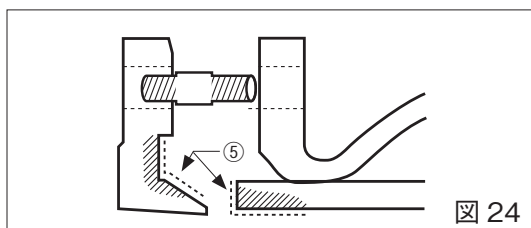
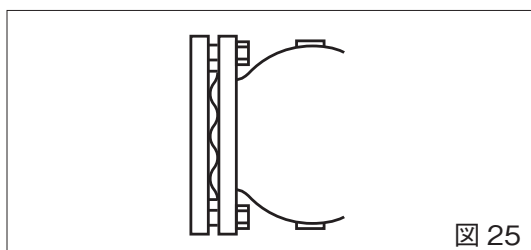
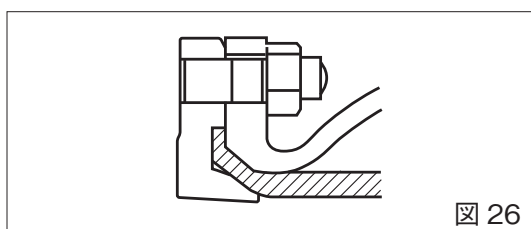

図 24
図 25
図 26
3. ③ゴムスリーブの突出部の内側、②セットフランジの⑤塗布部に洗剤又は、シリコンスプレー等を塗布することにより③ゴムスリーブが②セットフランジの⑤塗布部に入りやすくなります。(図 24)
4. ④ボルトを②セットフランジのフランジ面より突出しないように取り付けてください。
5. ②セットフランジと①本体のフランジの間から③ゴムスリーブの状態を確認しながら(図 25) ②セットフランジと①本体を左右均等に隙間が無くなるまで、④ナットを絞め込んでください。(図 26) ①本体フランジ部と②セットフランジに隙間が出る場合は③ゴムスリーブが正しくセット出来ていませんので、再度組立作業をやり直してください。
6. 組立作業終了後に、必ず③ゴムスリーブが正しくセット出来ているか、確認作業を行ってください。